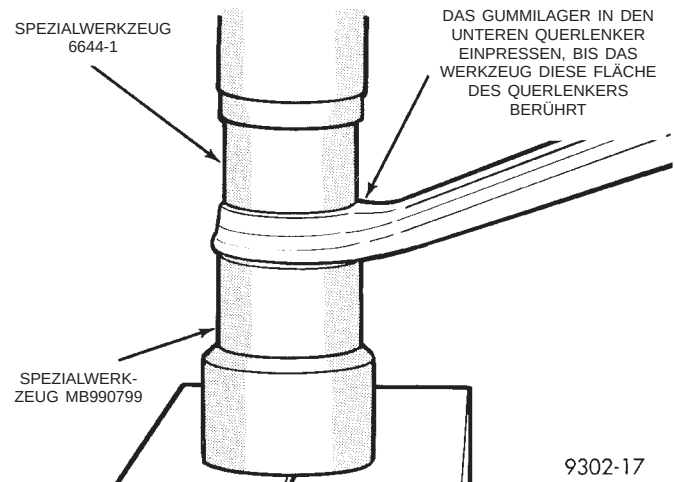

Abb. 73 Gummilager des Gelenkbolzens im Querlenker eingebaut
(3) Das Gummilager so weit einpressen, bis das Spezialwerkzeug 6644-1 bündig an der Oberfläche des unteren Querlenkers anliegt (Abb. 73). Sobald das Einbauwerkzeug 6644-1 bündig am unteren Querlenker anliegt, ist das Gummilager korrekt eingebaut.